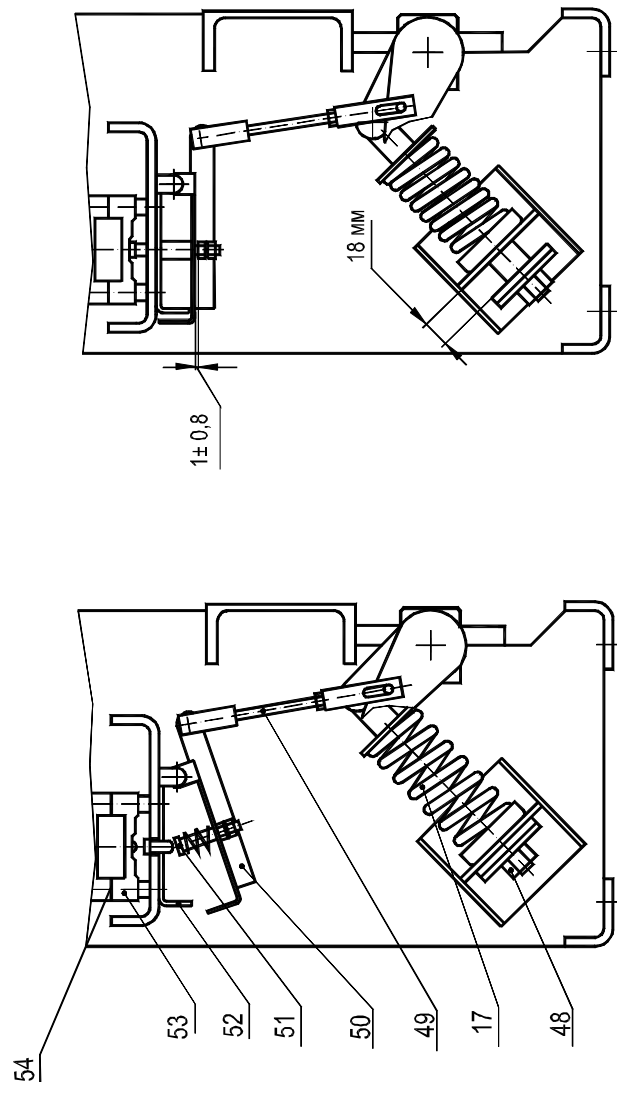

Рис.5
1.5.4. **Блок сигнализации (рис.5)** предназначен для обеспечения работы схемы управления выключателя, свободные блок-контакты предназначены для использования в схемах защиты и сигнализации положения выключателя.